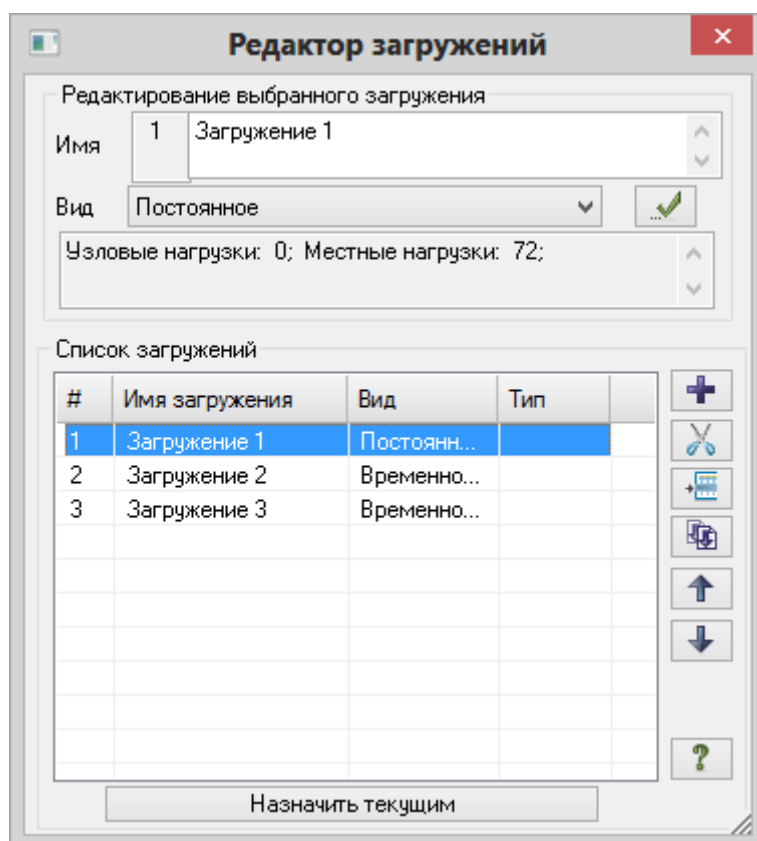

Рис.2.17. Диалоговое окно Редактор загрузок
- Вызовите диалоговое окно **Редактор загрузок** (рис.2.17) щелчком по кнопке  – **Редактор загрузок** (панель **Нагрузки** на вкладке **Создание и редактирование**).
Так как вид загрузений задавался в диалоговом окне **Редактор загрузений** (рис.2.17) таблица РСУ сформировалась автоматически с параметрами, принятыми по умолчанию для каждого загрузения. Для данной задачи нужно только подтвердить назначенные параметры.